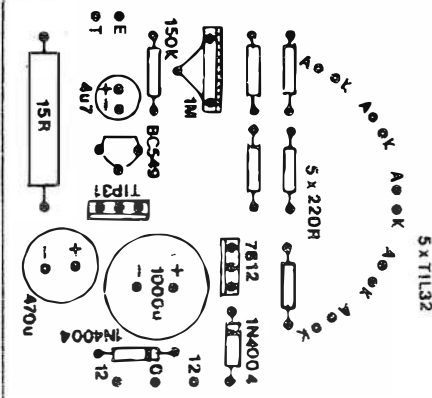

Fig.6
- **FIG. 6 - CHAPEADO DA MONTAGEM (PLACA DO TRANSMISSOR)** - Com a placa vista pela face não cobreada (em APE os diagramas do impresso, seja em sua face cobreada, seja no lado sem cobre, onde repousam os componentes, é sempre mostrado em tamanho natural, escala 1:1...), as peças principais do circuito transmissor são mostradas sob as costumeiras estilizações, além de indicações gráficas de polaridades, valores, códigos, etc. São vários os componentes polarizados, que exigem posição única e certa para inserção e soldagem, pedindo uma atenção especial por parte do montador: o transistor BC549 referenciado pelo seu lado chato,